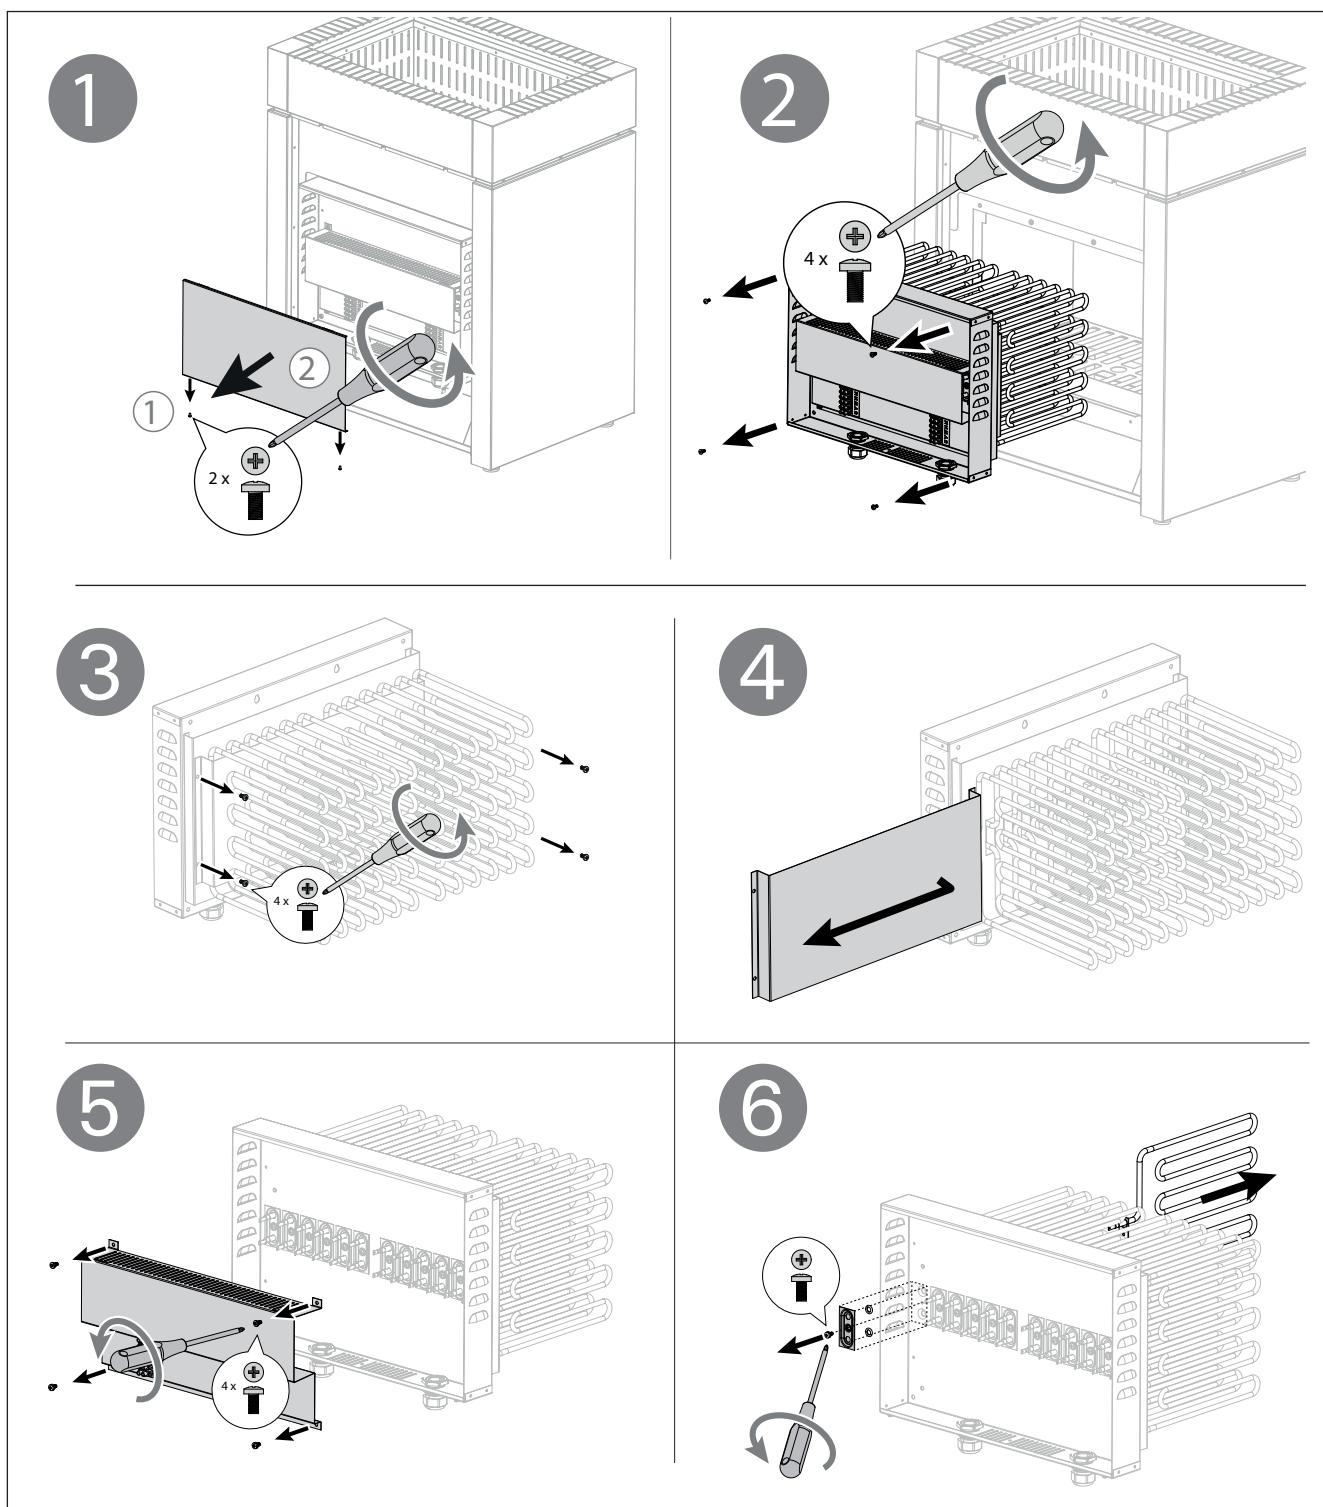

Рисунок 6. Замена нагревательных элементов
**!** Все входные чери должны быть разомкнуты перед снятием изоляции сетевых разъемов. См. рис. 6.